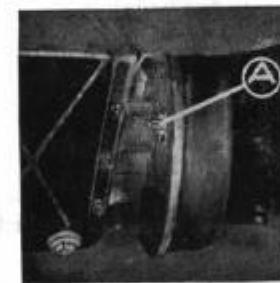

Fig. 71. Ajuste del freno a la transmisión.
- Con la palanca del freno completamente suelta se retirará el tablero del piso situado debajo del asiento del conductor, y con una llave se hará girar la cabeza del vástago cónico de ajuste (fig. 71) que actúa sobre los émbolos de las zapatas.